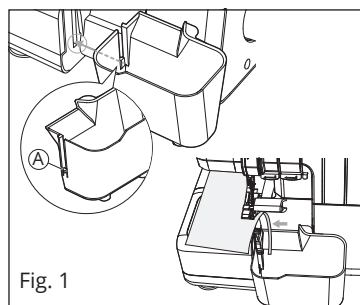

Fig. 1
Montaje del contenedor para retales (Fig.1)
6. Apriete con fuerza el tornillo del sujetador de la aguja izquierda (Fig.1, A) y/o derecha (Fig.1, B).